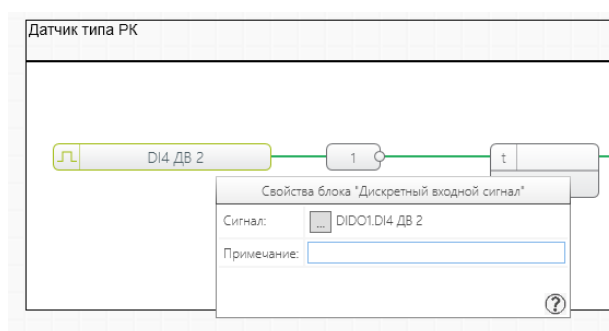

Рисунок 5.6 – Выбор дискретного входного сигнала
- подключить на вход схемы необходимый дискретный вход, выбрав в свойствах блока «Дискретный входной сигнал» соответствующий вход (рисунок 5.6);